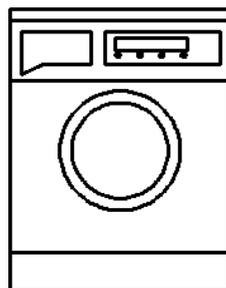

图 17.6.17 阵列圆
Step11. 阵列圆。选择下拉菜单 **修改(M)** → **阵列(A)** → **矩形阵列(R)** 命令, 选取上步创建的圆为要阵列的元素, 按 Enter 键, 系统弹出“阵列创建”选项卡, 在 **列** 区域的 **列数** 文本框中输入 4, 在 **间距** 文本框中输入 100, 在 **行** 区域的 **行数** 文本框中输入 1, 单击 **关闭阵列** 按钮, 完成阵列的创建, 如图 17.6.17 所示。